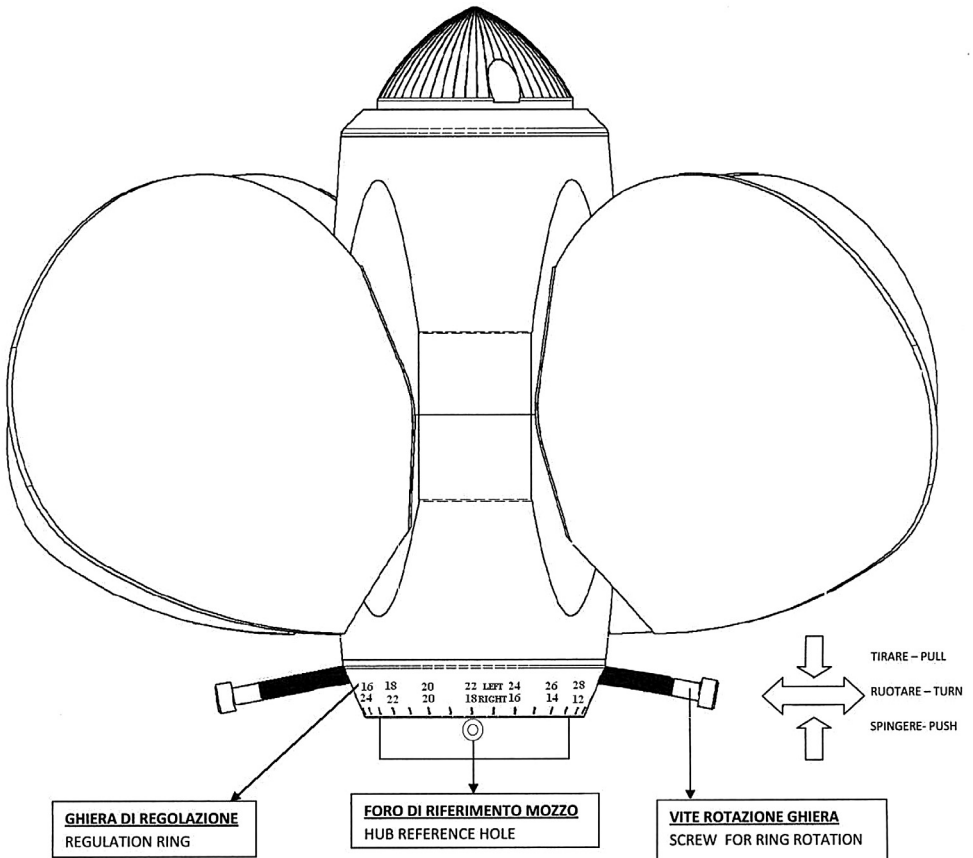

Fig. 2
Il diametro ed il passo devono essere calcolati come se la MAX PROP® FAST GENERAZIONE 2 fosse una normale elica fissa. La MAX PROP® FAST GENERAZIONE 2 offre in più rispetto alle eliche tradizionali, il vantaggio di permettere una ottimizzazione del passo qualora i risultati non fossero completamente soddisfacenti. Se il motore raggiunge con difficoltà il numero di giri di regime, diminuire l'angolo  $\alpha$  di inclinazione delle pale, se al contrario supera il numero di giri di regime, aumentare l'angolo  $\alpha$ . Variando l'angolo  $\alpha$  di 1 grado, la velocità dell'imbarcazione varia di circa il 7%, a pari numero di giri del motore, oppure il numero di giri del motore varia di circa il 7%, a pari velocità dell'imbarcazione. Per cambiare il passo occorre operare nel seguente modo (vedi fig.2): far arretrare verso prua e ruotare la ghiera di regolazione posta sull'estremità prodiera dell'elica. Posizionare quindi tale ghiera facendo coincidere il riferimento inciso sul mozzo con la tacca della ghiera corrispondente all'angolo  $\alpha$  desiderato. Per rendere più agevole l'operazione del cambiamento del passo conviene avvitare a mano due viti nei due fori filettati esistenti sulla ghiera di regolazione. Far ruotare la ghiera spingendola con le mani per mezzo delle suddette due viti. Una volta allineato il foro di riferimento all'angolo  $\alpha$  scelto, riportare la ghiera di regolazione verso poppa spingendola nella sua posizione di lavoro. Controllare che la ghiera rientri nel proprio alloggiamento completamente, fino alla battuta di fine corsa. Osserviamo che per vostra maggiore sicurezza, è possibile bloccare lo scorrimento della ghiera di regolazione inserendo un grano nel riferimento del mozzo. La medesima elica può, a scelta, essere usata per rotazione destrorsa o sinistrorsa.
*The pitch can be easily adjusted as follows, referring to fig.2*